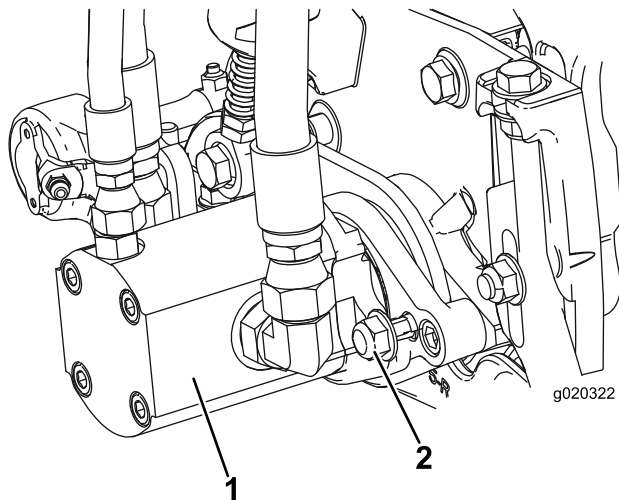

Figure 13
- Montez le moteur en le tournant dans le sens horaire jusqu'à ce que les brides passent les contre-écrous (Figure 13).